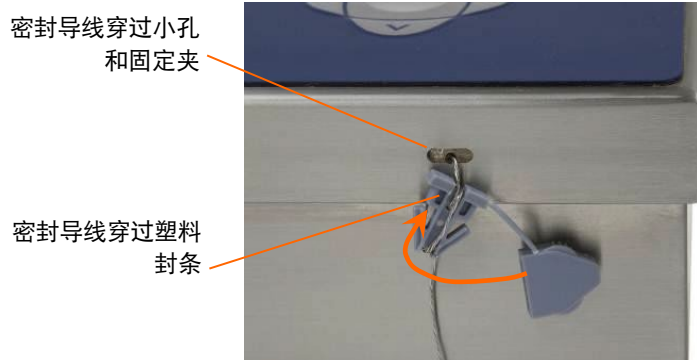

图2- 34: 穿好线后，将固定夹夹上
3. 如图 2- 34，把密封导线的底端穿过固定夹内的小孔，剪掉绳子多余的部分，然后把固定夹关上